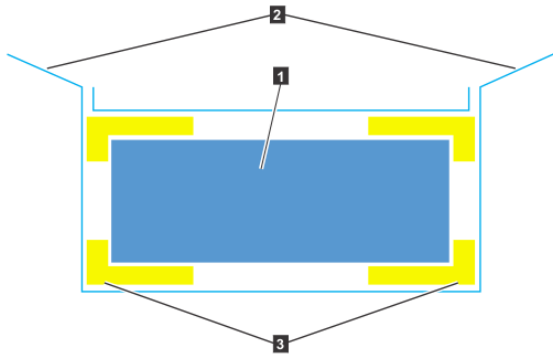

Abbildung 50. Verpackungsmaterial
3. Schneiden Sie die Ecken des Versandkartons ein und falten Sie sie nach unten, um die linke und rechte Seite und die Vorder- und Rückseite des Erweiterungsgehäuses freizulegen (siehe Abbildung 50 auf Seite 55).